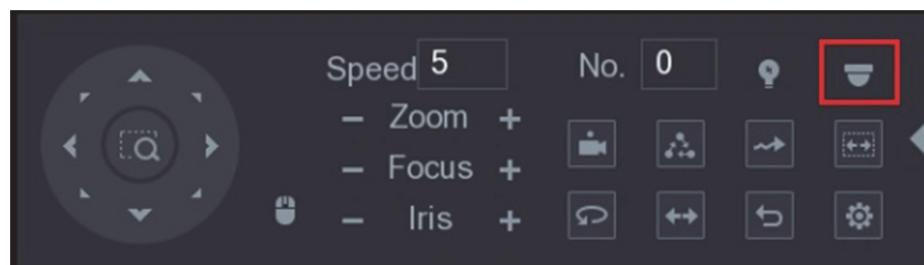

Abbildung 4-6
Schritt 3. Zum Aufklappen weiterer Auswahlmöglichkeiten klicken Sie auf . Siehe Abbildung 4-6.